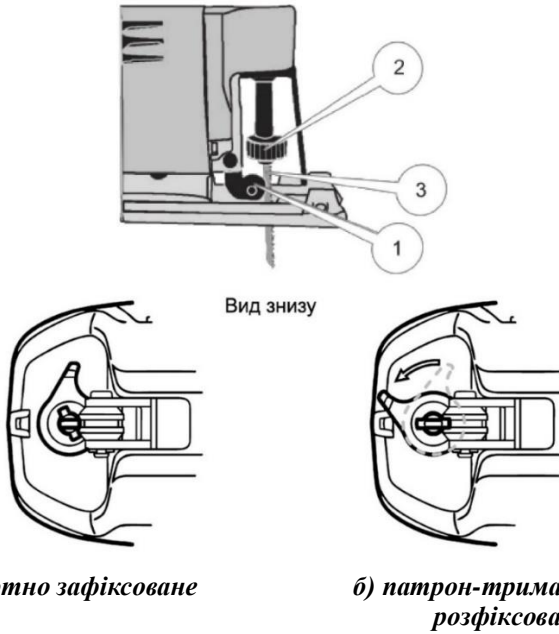

Рисунок 2. Схема встановлення та видалення ріжучого полотна.
2. для встановлення полотна повернути та утримувати обойму (2, рис. 2) патрона-тримача проти годинникової стрілки;
3. вставити хвостовик полотна (3, рис. 2) в гніздо патрона до упору і відпустити обойму;